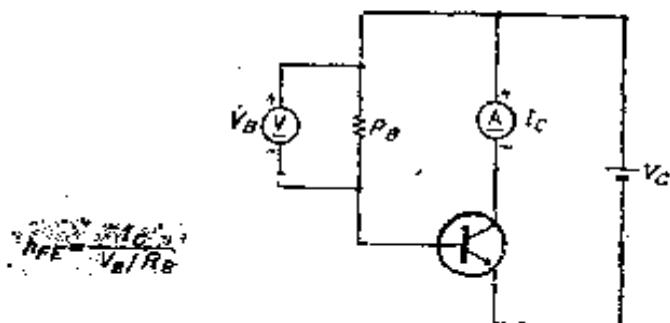

图2-6 最简单的 $h_{FE}$ 测定方法
$h_{FE}$ 为 $I_C$ 与 $I_B$ 之比，只要知道 $I_C$ 和 $I_B$ 即可，最简单的办法是图2-6所示的办法。以固定偏压①方式，向基极提供电流，测试此时的 $I_C$ 和 $I_B$ 。为要测得 $I_B$ ，不能使用电流表，这是因为 $I_B$ 的数值相当小，难以用电流表测定。上述办法非常简单且实用。
① 固定偏压：如图2-6所示，用一只电阻器从电源为基极取得偏压的方法。虽然电路简单，但稳定性和误差均不良，所以在放大器等场合几乎都不采用。